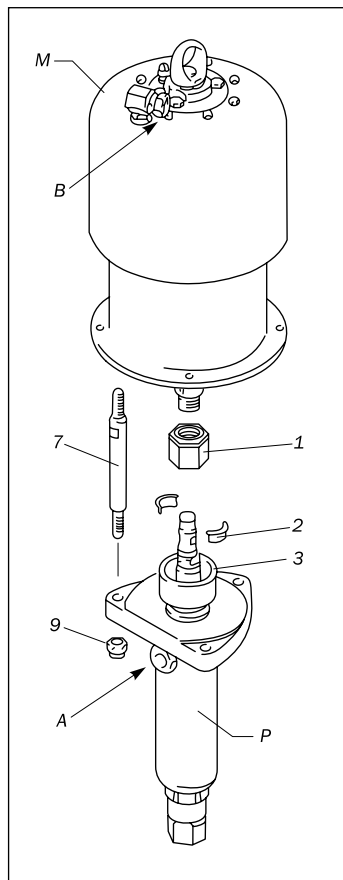

Рис. 9.2.3.1.
3. Отсоединить насос *P* от воздушного мотора *M*, отвернув обойму 1 (рис. 9.2.3.1).
10. Совместите выходное отверстие для ЛКМ (А) насоса со входным отверстием для воздуха воздушного мотора (В) в вертикальной плоскости (рис. 9.2.3.1).
11. Присоединить насос P к воздушному мотору М (рис. 9.2.3.1).